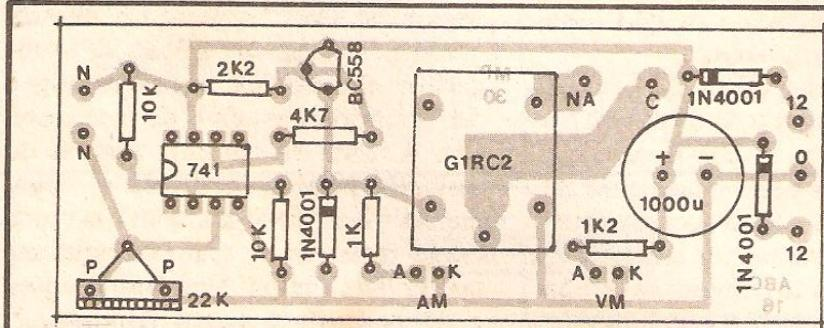

Fig.5
- FIG. 5 - “CHAPEADO” DA MONTAGEM - Essa é a parte “crucial” da Montagem: ao mesmo tempo a mais “gostosa” de fazer, e a “mais responsável” por eventuais defeitos ou problemas... Para evitar “galhos”, o método é simples: **extrema atenção!** Cuidado na colocação dos componentes polarizados (que não podem, sob hipótese alguma, ser conetados invertidos à placa...), como o Integrado, o transistors, os diodos e o capacitor eletrolítico... Também o relê tem modo único e certo para conexão à placa, porém a natural “assimetria” dos seus conjuntos de terminais simplesmente impedirá a inserção em posição errônea... Jamais devem ser esquecidos aqueles “velhos” cuidados, objeto de um aconselhamento até “chato”, de tanto que repetimos (é preciso, acreditem...): conferir, ao final, todos os valores, posições e polaridades dos componentes, bem como a qualidade e a “integridade” dos pontos de solda (pelo lado cobreado, é claro...), corrigindo eventuais erros “no ato”... Em Eletrônica, jamais